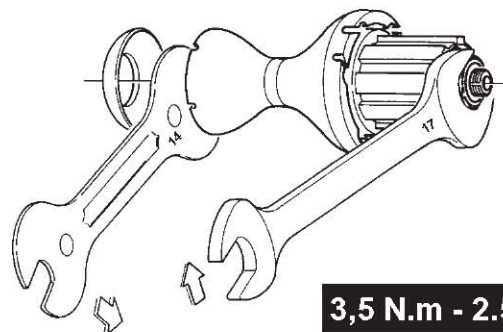

Fig. 62
- Bloccate il dado con una chiave piatta da 17 mm ed una chiave per coni da 14 mm (Fig. 62) inserita sul controcono del lato opposto (rispettate la coppia di serraggio: 3,5 N.m).
- Lock the nut with a 17 mm wrench and a 14 mm cone wrench (Fig. 62) on the counter-cup on the opposite side. Do not over-torque the nut (2.58 lb.ft.).
- Die Mutter mit einem 17 mm Flachschlüssel fest anziehen, wobei die Gegenmutter der entgegengesetzten Seite mit einem 14 mm Konusschlüssel (Abb. 62) festgehalten wird (an die angeführten Drehmomente halten).
- Bloquez l'écrou à l'aide d'une clé plate de 17 mm et une clé à cônes de 14 mm (Fig. 62) introduite sur le contre-cône du côté opposé (respectez le couple de serrage indiqué).
- Bloquear la tuerca con una llave plana de 17 mm y una llave para conos de 14 mm (Fig. 62) puesta en el contracono del lado contrario (respetar el par de apriete indicado).
- Borg de moer met een 17 mm sleutel en een 14 mm conussleutel (Fig. 62) op de as aan de andere zijde (hou hierbij het maximale koppel in de gaten).